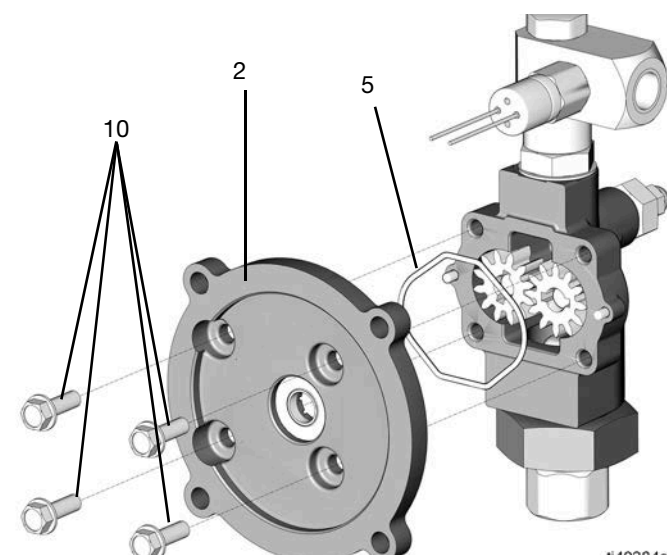

FIG. 34
15. Retirez les quatre vis (10) de la plaque d'adaptateur (2) à l'aide d'une clé à douille de 1/2 po. (FIG. 34).
16. Retirez la plaque d'adaptateur (2) (FIG. 34).
17. Retirez le joint torique (5) (FIG. 34).
4. Poussez les quatre vis (10) à travers la plaque d'adaptateur (2) et utilisez une clé à douille de 1/2 po. pour les serrer (serrez au couple de 40,7 N•m) (voir FIG. 34).